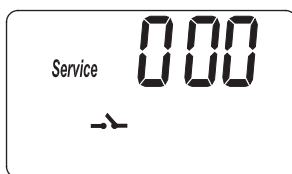
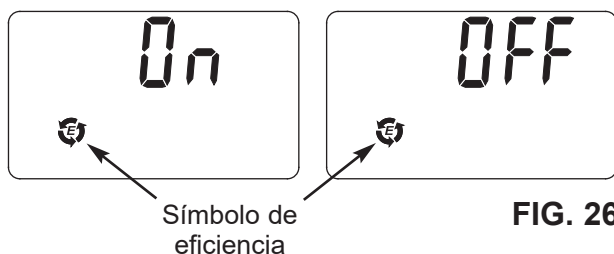
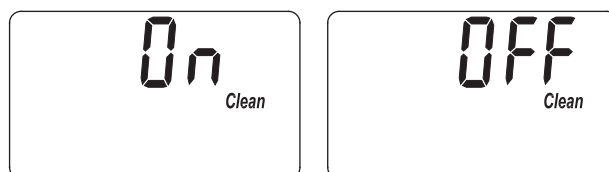

FIG. 25
FIG. 26
FIG. 28
1. Mantenga oprimido el botón PROGRAM (Programar) hasta que aparezca la pantalla que se indica en la Fig. 25. Cuando ello ocurra, oprima una vez el botón PROGRAM (Programar) y aparecerá una de las dos pantallas que se indican en la Fig. 26.
1. Mantenga oprimido el botón PROGRAM (Programar) hasta que aparezca la pantalla que se indica en la Fig. 25. Cuando ello ocurra, oprima dos veces el botón PROGRAM (Programar) y aparecerá una de las dos pantallas que se indican en la Fig. 28.
1. Mantenga oprimido el botón PROGRAM (Programar) hasta que aparezca la pantalla que se indica en la Fig. 25. Cuando ello ocurra, oprima tres veces el botón PROGRAM (Programar) y aparecerá la pantalla que se indica en la Fig. 29.